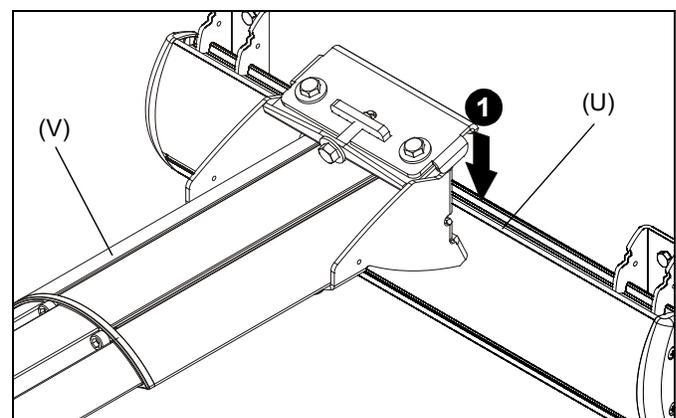

Figure 8
**REMARQUE :** Le support de projecteur (V) est expédié avec le bras élévateur pré réglé à la bonne profondeur. Cependant, vous aurez peut-être besoin d'ajuster la profondeur en fonction du plan vertical du mur.
- Soulevez le support de projecteur (V) au niveau du support mural de projecteur (U) et fixez le bord supérieur à la plaque en croix du support mural. (Voir figure 8)